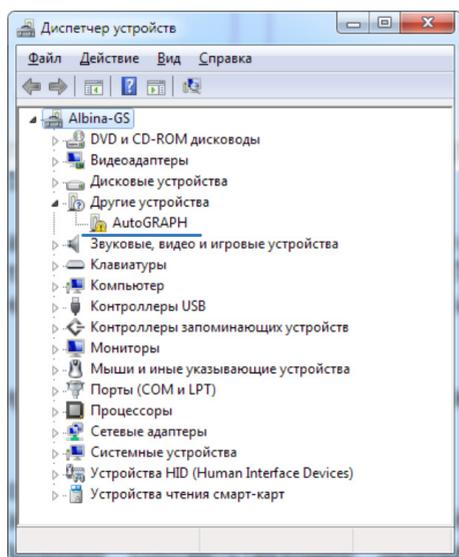

Рис.1. Новое устройство.
3. В Диспетчере устройств вызовите «Мастер обновления драйверов» для нового устройства «AutoGRAPH» (рис. 1).